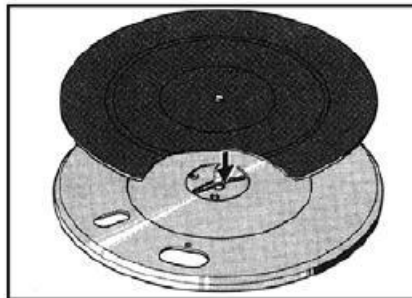

Рис.2
- Установите диск проигрывателя и отожмите блокировочный механизм в центре до тех пор, пока диск не встанет в паз на валу (рис. 2) Установите на место коврик диска.